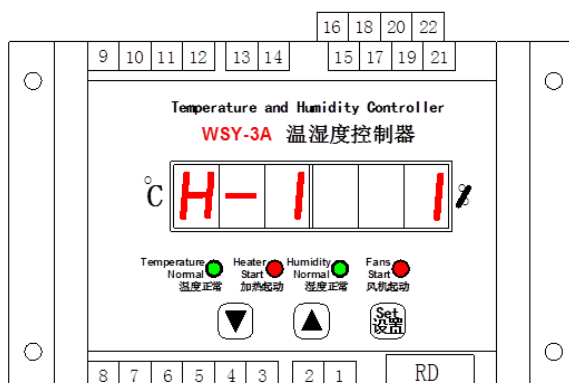

图5
- 同时按下“^”、“V”键，左侧三位数码管闪烁显示 H-1，表示是通信地址设置值，右侧三位数码管为数值位，设置范围 1-255，通过“^”、“V”进行设置（见图5）。